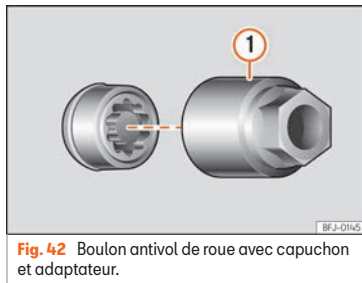

Fig. 42 Boulon antivol de roue avec capuchon et adaptateur.
- Encastrez l'adaptateur spécial »» fig. 42 ① (outillage de bord »» page 49) sur le boulon de roue antivol jusqu'à la butée.